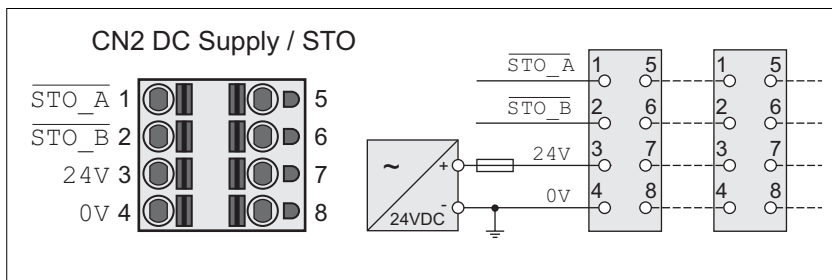

Ilustración 35: Esquema de conexiones de la alimentación del control
- La conexión CN2, clavija 3 y 7, así como CN2, clavija 4 y 8 (véase Ilustración 35) pueden utilizarse como conexión de 24 V/0 V para otros consumidores. 1 Observe la corriente de bornes máxima permitida ("Propiedades de los bornes CN2").